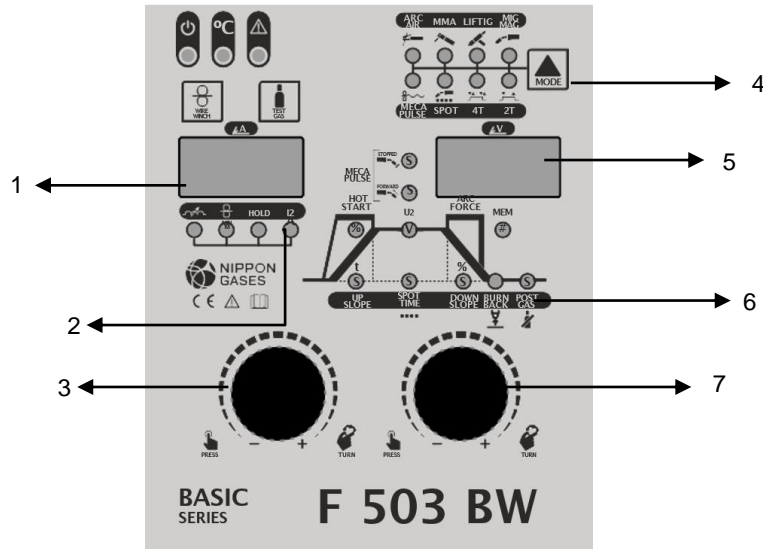
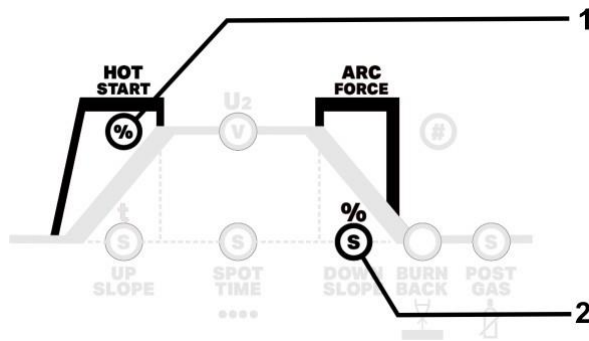

Fig.8
Fig.9
- Seleccione soldadura MMA (electrodo revestido), pulsando la tecla de modo 4 (Fig.8) hasta el LED MMA encender.
| 2    | $I_2$          | Regular la corriente de soldadura (2 - Fig.8) a través del botón izquierdo 3 (Fig.8). Durante la soldadura, este parámetro está continuamente activo (girando el botón 3 (Fig. 8), se regula la corriente de soldadura.   |
| 4    | Hot Start      | Porcentaje de aumento del valor de la corriente en relación con $I_p$ (corriente principal), aplicado en el momento del encendido y del inicio de la soldadura pulsando el botón derecho 7 (Fig.8) hasta encender el LED 1 (Fig.9) y girando el mismo botón.  |
| 5    | TIME Hot Start | Tiempo transcurrido desde el inicio de la soldadura en el que el valor "Hot Start" debe ser válido pulsando el botón derecho 7 (Fig.8) hasta que se encienda el LED 2 (Fig.8) y girando el mismo botón.   |
| 6    | Arc Force      | Para evitar que el electrodo se pegue a la pieza durante la soldadura, varíe la amplitud de la corriente Arc Force en relación con la corriente principal. Para los valores con signo (-), la transición de Arc Force será más brusca. Para los valores con signo (+), la transición del Arc Force será más suave, pulsando el botón derecho 7 (Fig.8) hasta encender el LED 2 (Fig.8) y girando el mismo botón. Puede desactivar la función ARC FORCE girando el botón 7 (Fig.8) hacia la izquierda hasta que la pantalla digital derecha muestre OFF. |